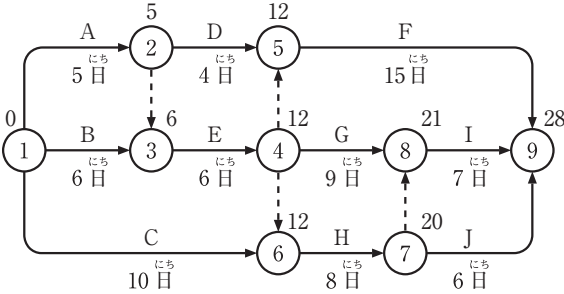

図 2
③への到着は 6 日となる。図 2 は、作業日数を変更して EST を計算したものである。